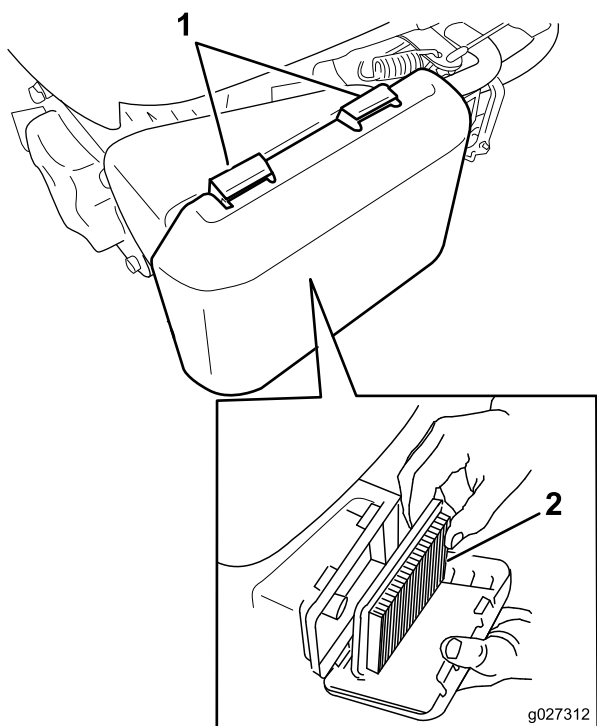

Figura 21
2. Presione hacia abajo los cierres de la parte superior de la tapa del limpiador de aire (Figura 21).